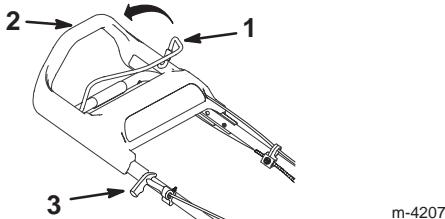

Bild 10
3. Halten Sie die Messersteuerstange gegen den oberen Griff gedrückt (Bild 10).
4. Ziehen Sie leicht am Startergriff, bis Sie einen Widerstand spüren. Ziehen Sie ihn dann kräftig durch (Bild 10). Lassen Sie das Seil langsam zum Griff zurücklaufen.